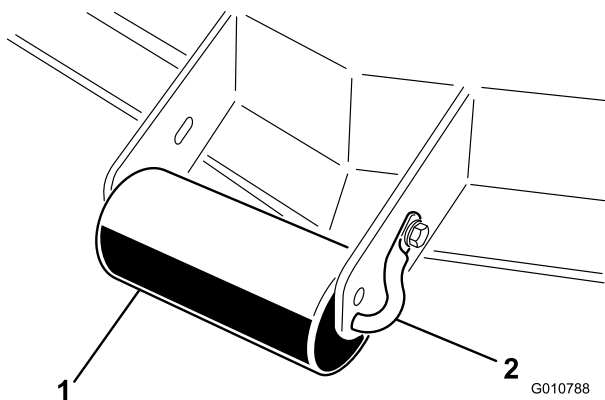

Figura 10
1. Remova o parafuso e porca que prende o eixo do rolo ao suporte da unidade de corte (Figura 10).